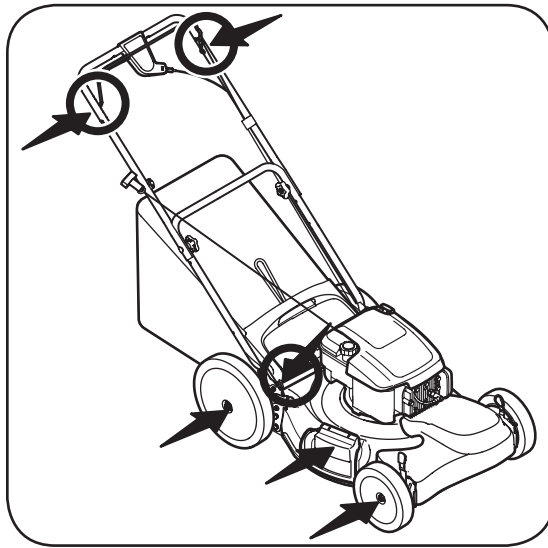

Figura 5-1
cada estación. El control de la cuchilla debe funcionar libremente en ambas direcciones. Vea la Figura 5-1.
2. Lubrique las ruedas por lo menos una vez por temporada con aceite ligero o aceite para motor. Sin embargo, si las ruedas se quitan por cualquier razón, debe lubricar la superficie del brazo giratorio y la superficie interna de la rueda con aceite ligero. Vea la Figura 5-1.
3. Lubrique el resorte de torsión y el punto de pivote de la puerta trasera de descarga periódicamente con aceite ligero para prevenir la oxidación. Vea la Figura 5-1.